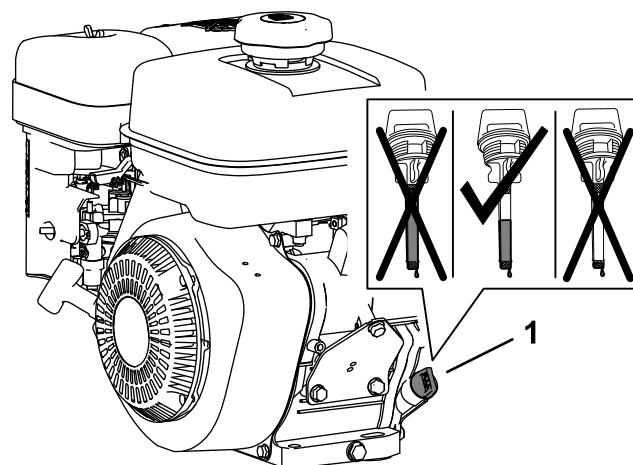

Figure 15
1. Sortez la jauge du goulot de remplissage du moteur et essuyez-la jauge sur un chiffon propre (Figure 15).
2. Versez lentement 0,6 l de l'huile spécifiée dans le carter moteur par le goulot de remplissage (Figure 15).
4. Sortez la jauge du goulot de remplissage et vérifiez le niveau de liquide dessus (Figure 15).
Remarque: Le niveau d'huile moteur doit recouvrir la zone hachurée sur la jauge (Figure 15).
- Serrez la jauge à la main dans le goulot de remplissage (Figure 15).